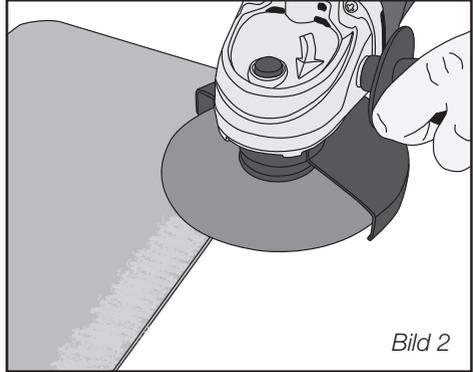

Bild 2
- Vid slipning (bild 2) får endast slipskivor (navrondeller) som är avsedda för slipning användas, slipskivor är konstruerade för att tåla sidobelastning.